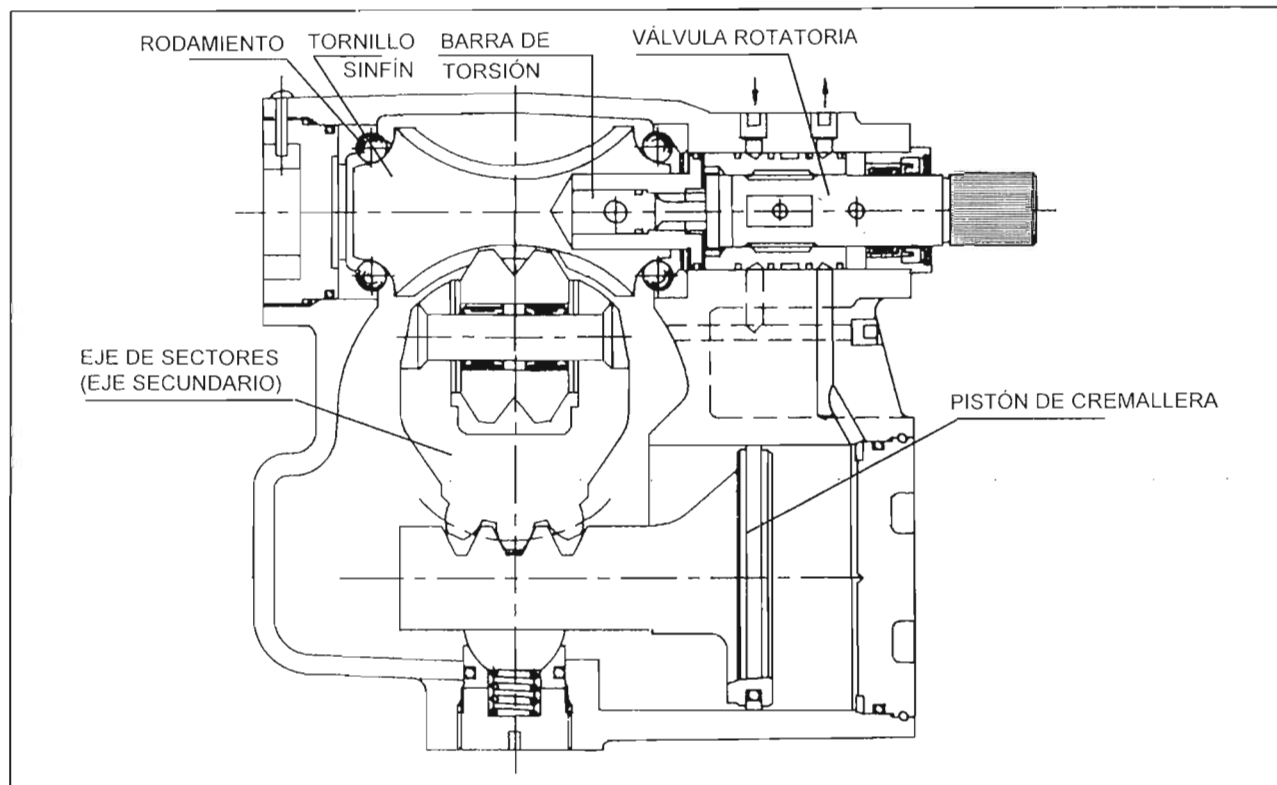

Fig. 1.
1. CAJA DE LA SERVODIRECCIÓN INTEGRAL DEL TIPO 54 (Fig. 1)